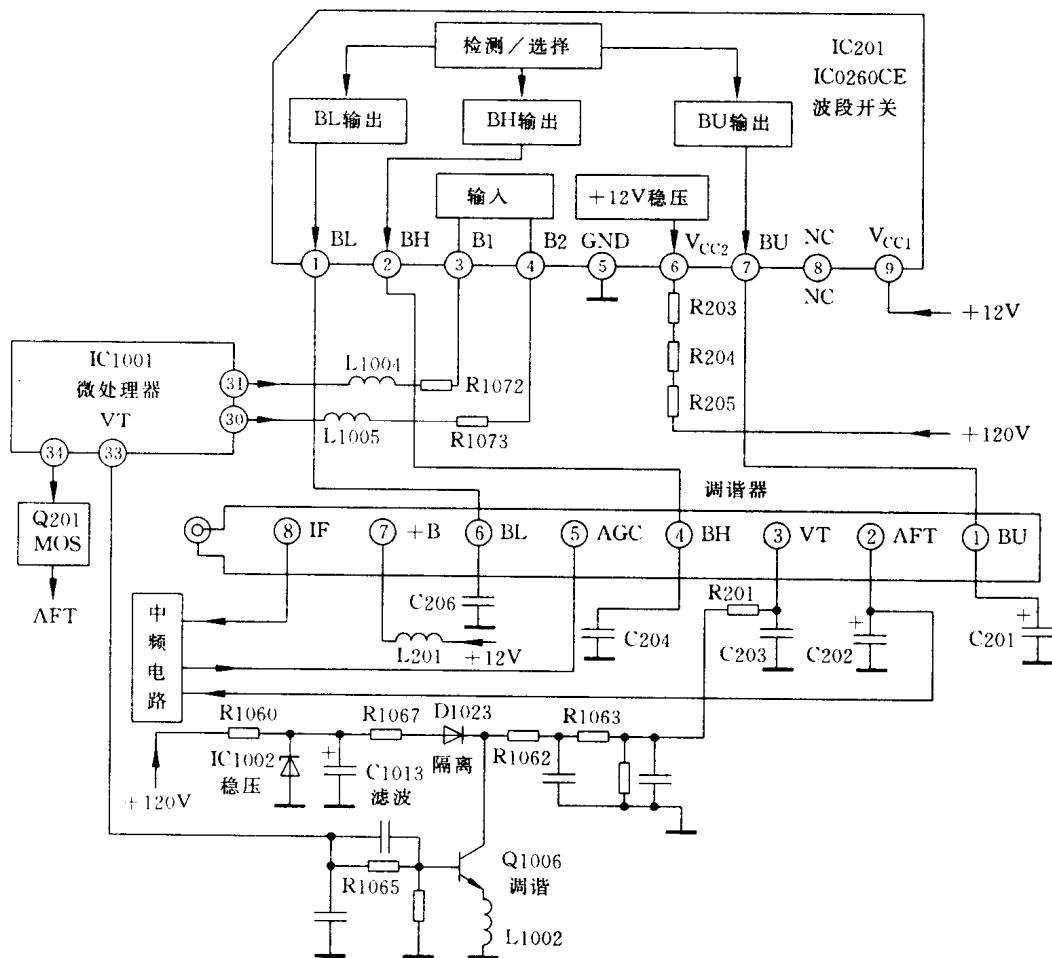

图 1-3 调谐器和波段开关电路
图 1-3 是本机自动搜索调谐和波段开关实际电路,它由 IC201(IC0260CE)等组成。图中,由 IC1001(微处理器)⑩、⑪脚输出波段选择信号,经 R1072、R1073,加到 IC201 波段开关的③、①脚,由 IC201 的①、②、⑦脚输出 BL、BH、BU 三个波段的控制电压去调谐器。微处理器的⑧脚输出 VT 调谐电压(VT),经 Q1006 放大后从集电极输出经 R1062、R1063 加入到高频调谐器的 VT 端。Q1006 的工作电压由 +120V 经 R1060 降压、IC1002 的 +32V 稳压、C1013 滤波和 D1023 隔离后加入。改变 Q1006 基极电位,可控制其管压降大小从而控制集电极输出电压大小,实现小信号控制大范围电压输出的功能。其中,VT 的变化范围为 0.4V~31.7V。微处理器的⑩脚为 AFT 检测电压端,并由 Q201(MOS 管)进行控制,由于 MOS 管 Q201 的输入阻抗很高,所以对微小信号变化都能作相应的调整。